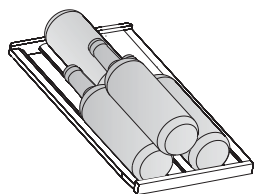
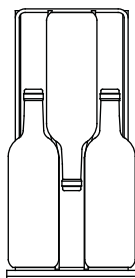

Fig A1
Fig A2
**Compartment à vin (à droite) :** Il sera nécessaire de positionner les bouteilles en alternance sur les six clayettes du haut. Cela permettra de libérer de l'espace pour l'entreposage de quatre (4) bouteilles de 750ml sur la clayette du haut (Fig. A) et de trois (3) bouteilles par panier sur chacune des quatre clayettes (Fig. A1), et de cinq (5) bouteilles sur la partie inférieure (Fig. A2), pour ainsi parvenir à une capacité d'entreposage totale de 21 bouteilles de vin.